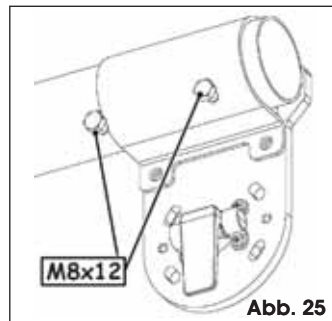

Abb. 25
2. Die Stange mit den anderen beiden Schrauben befestigen, Abb. 25.